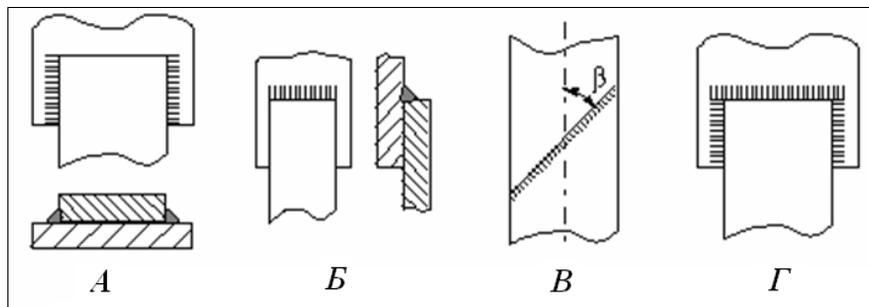

Рис. 5.2
- ♦ *нахлесточными*, когда боковые поверхности частично перекрывают друг друга. Соединения этого типа выполняются угловыми швами, которые имеют форму, близкую к равнобедренному треугольнику (рис. 5.2). В зависимости от расположения относительно внешней силы швы бывают фланговыми (рис. 5.2, А), лобовыми (рис. 5.2, Б), косыми (рис. 5.2, В) и комбинированными (рис. 5.2, Г);